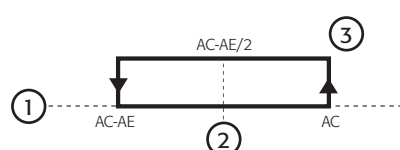

Fig. 4.I
- Indica a ultraassagem do limite entre Ac e AE (derivado do calculo: $Ac-AE/2$, ver Fig. 4.I);
- Indica a ultrapassagem do set point de temperatura Ac (ver Fig. 4.I);